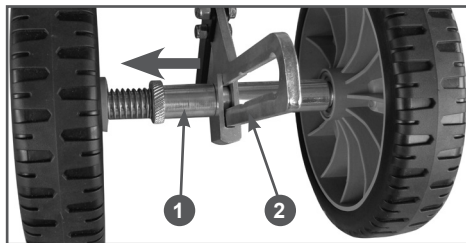

Рис. 14 Регулировка высоты колес
Для установки колес на нужной высоте оттяните фиксатор оси колес (1) к пружине до тех пор, пока он не освободится из отверстия вертикальной направляющей кронштейна колес (2) (Рис. 14).